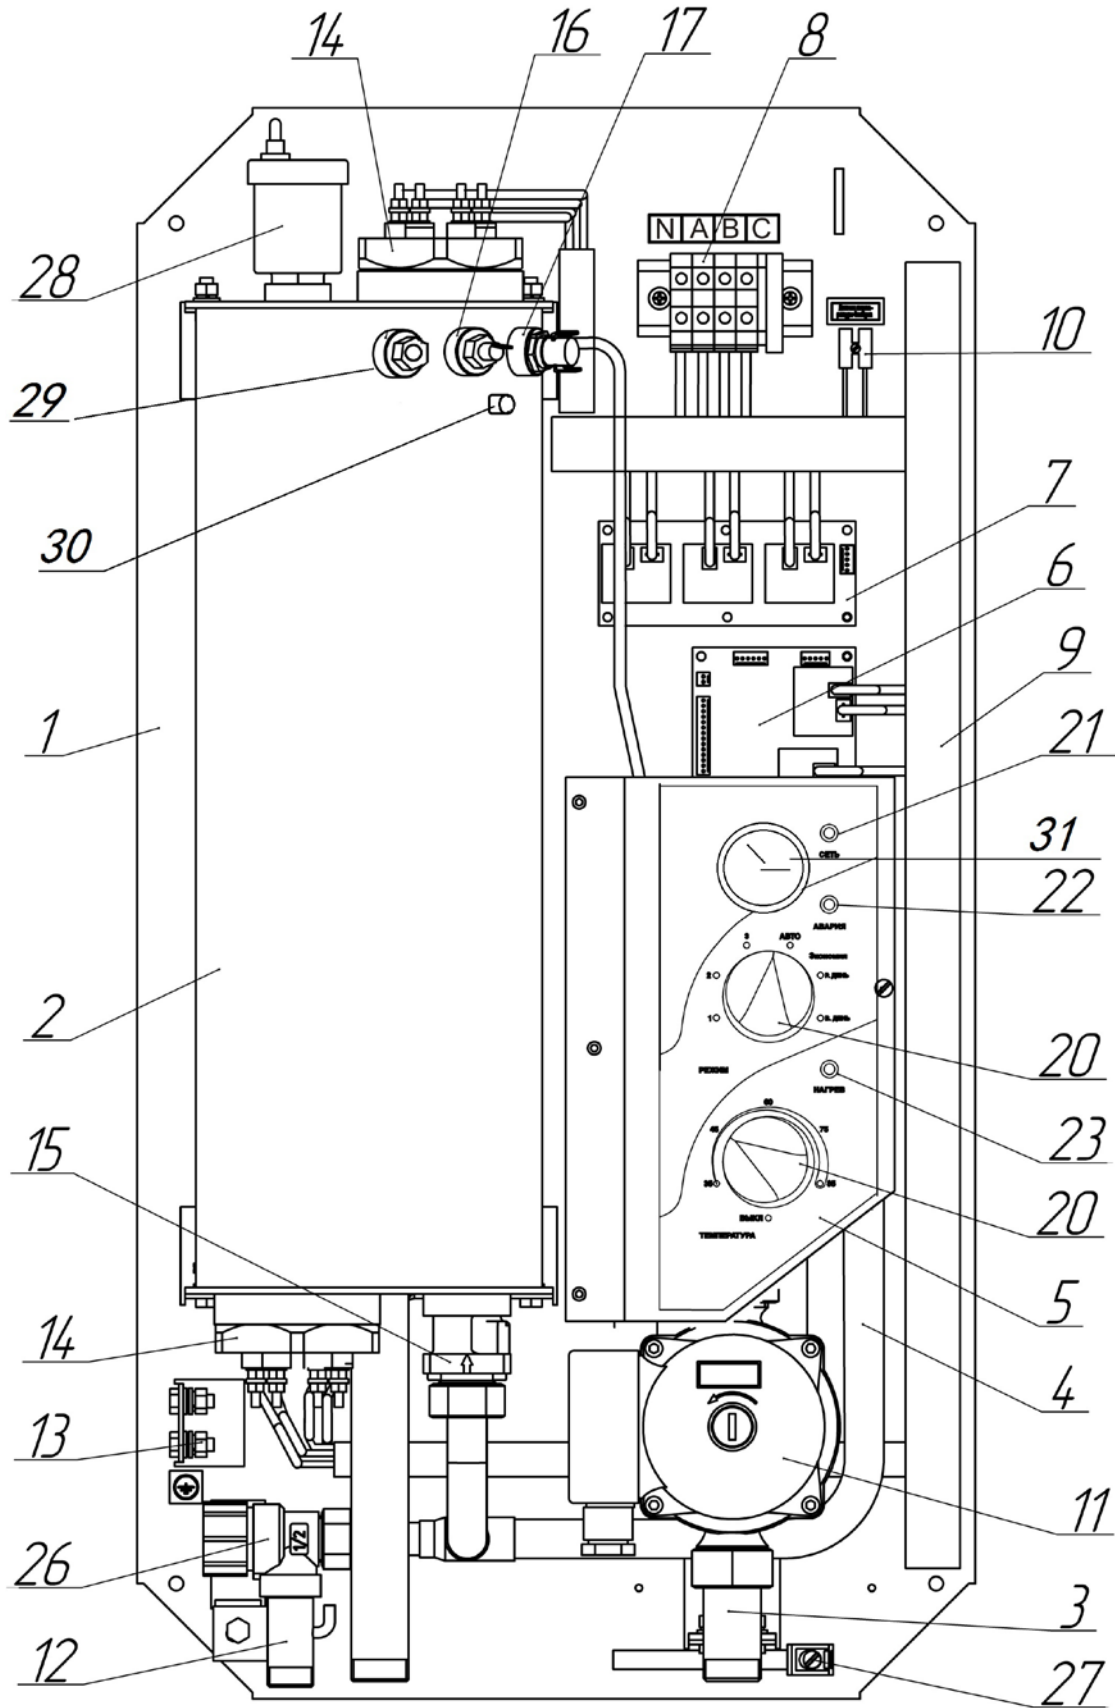
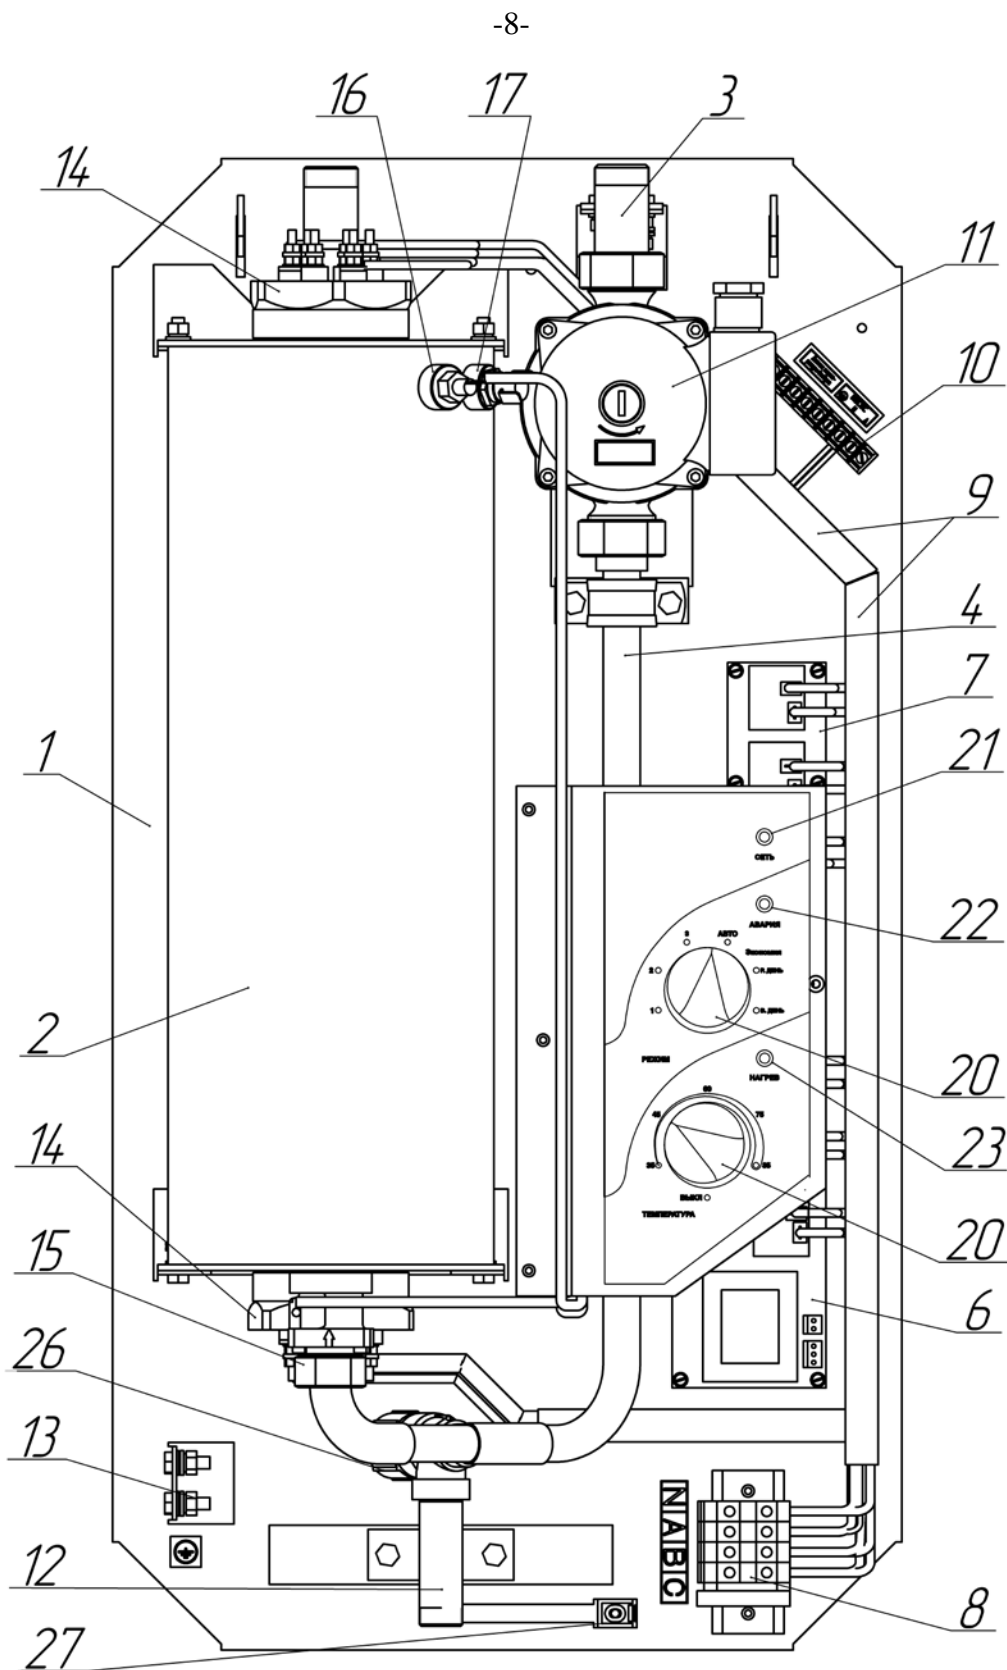

Рис. 1 Схема внешнего вида приборов ЭПН-01НМ-XX и ЭПН-02НМ-XX (со снятым кожухом)
Рис. 2 Схема внешнего вида прибора ЭПН-02М-XX (со снятым кожухом)
4.1 Схемы внешнего вида приборов ЭПН-01НМ-ХХ (ЭПН-02НМ-ХХ) и ЭПН-02М - ХХ со снятыми кожухами показаны на рис.1 и рис. 2 соответственно.
4.1.1 Описание основных составляющих приборов ЭПН-01НМ-ХХ, ЭПН-02НМ-ХХ (рис. 1).
4.1.2 Краткое описание устройства прибора ЭПН-02М-ХХ (рис. 2).
4.4. Принцип действия прибора основан на преобразовании электрической энергии в тепловую с помощью трубчатых электронагревателей – ТЭНов, которые конструктивно исполнены в виде блоков (14) (рис.1, 2). Электрически ТЭНы разбиты на 3 группы – ступени мощности, каждая из которых составляет 1/3 номинальной мощности котла. Это позволяет осуществлять нагрев теплоносителя на 1/3, на 2/3 или на полной мощности прибора. Для стабилизации температуры теплоносителя на заданном уровне, который называется пороговым, система управления подключает или отключает ступени мощности в соответствии с текущими параметрами и заданной программой работы.
В ручных режимах котел может работать под управлением внешнего датчика температуры воздуха (комнатного термостата), который подключается к клеммной колодке "Датчик температуры воздуха" (10) на рис.1, 2), замыкание контактов термостата приводит к выключению нагрева независимо от текущей температуры теплоносителя. При размыкании контактов восстанавливается штатная работа заданного ручного режима.
4.5.5. При подключении к прибору (к клеммной колодке "**Датчик температуры воздуха**" (10) на рис. 1, 2) датчика температуры воздуха (комнатного термостата) или программируемого регулятора температуры воздуха управление прибора автоматически переключается на совместную работу с этим устройством, при условии, что задан один из трех ручных режимов (см. пп. 7.2.8., 7.2.9.).
6.1.1. Приборы ЭПН-01НМ(02М)(02НМ) -ХХ должны подключаться к трехфазной электрической сети переменного тока частотой 50Гц, напряжением 380В с глухо заземленной нейтралью. Кроме того, приборы ЭПН-01НМ(02М)(02НМ) мощностью 5,1 кВт и 7,5 кВт могут подключаться к однофазной электрической сети переменного тока частотой 50 Гц, напряжением 220В, для этого на блоке зажимов (8) (рис. 1, 2) необходимо соединить все три фазы А, В, и С перемычками соответствующего сечения (см. табл. 3).